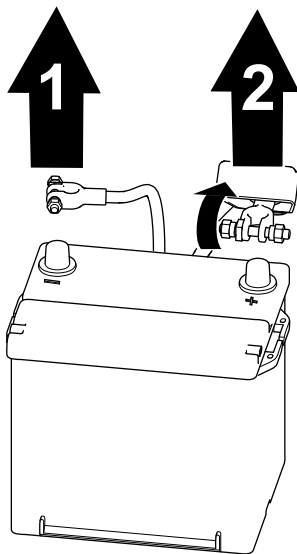

Figura 62
1. Retire o cabo negativo da bateria do polo (Figura 62).
2. Levante o isolamento e retire o cabo positivo da bateria do polo (Figura 62).